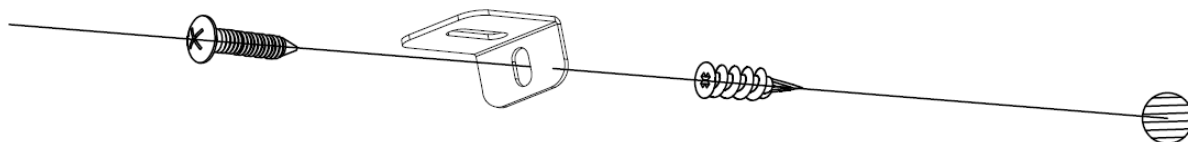

Fig 1-3
C. Monte el anclaje de plástico (C) en la pared seca, a continuación, monte el tornillo más largo (B) (incluido en el conjunto) a través del agujero en el soporte en forma de „L” en el anclaje para fijar la chimenea a la pared. (Fig. 1-3)